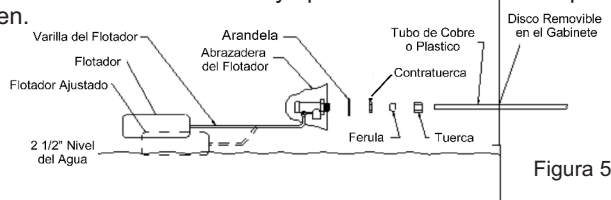

Figura 5
- Instale la válvula del flotador en la abrazadera proveída (véase Figura 5)